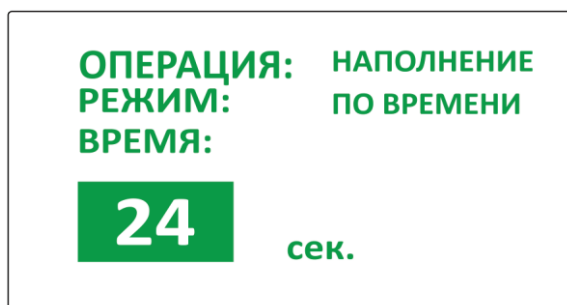

Рисунок 12
8.2.7.5. Если были выбран режим «РУЧНОЙ», то выбор будет сохранён, кнопки-индикаторы вернуться в режим постоянной подсветки, и на дисплее отобразится главное меню. Для режима «ПО ВРЕМЕНИ» откроется меню задания времени (Рисунок 12).